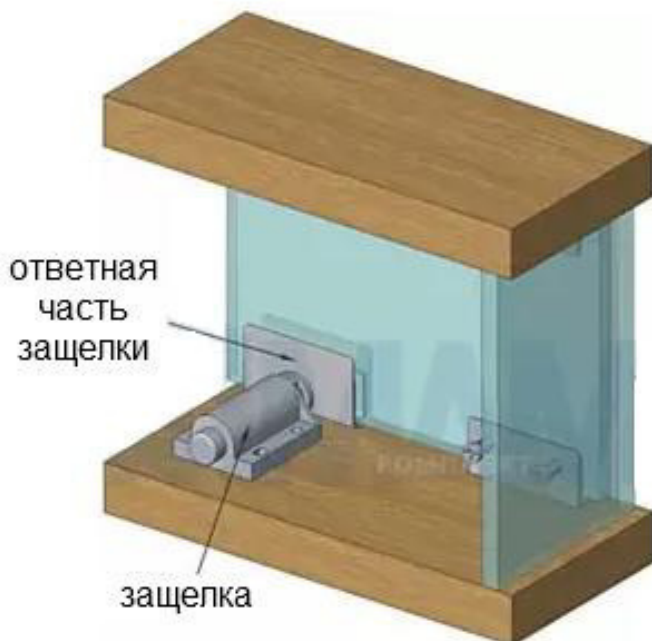

Рис. 3
4. На горизонтальный щит (20) установить магнитные защелки с помощью шурупов 3x20мм с полукруглой головкой. Предварительно защелки закрепляются сквозь пару овальных отверстий. После навешивания дверей и регулировки положения защелок по глубине, следует зафиксировать их положение сквозь оставшуюся пару круглых отверстий (рис.3).